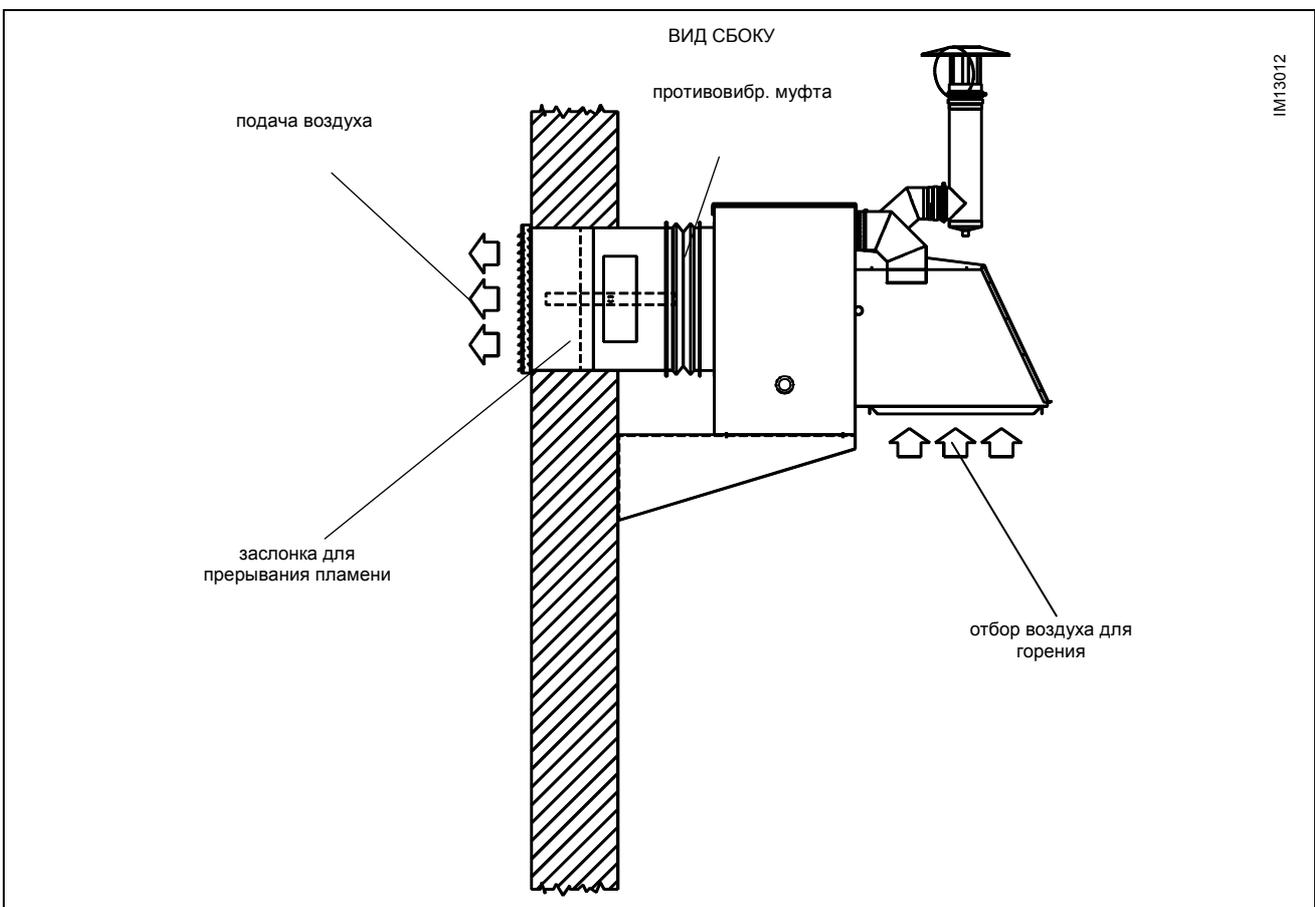
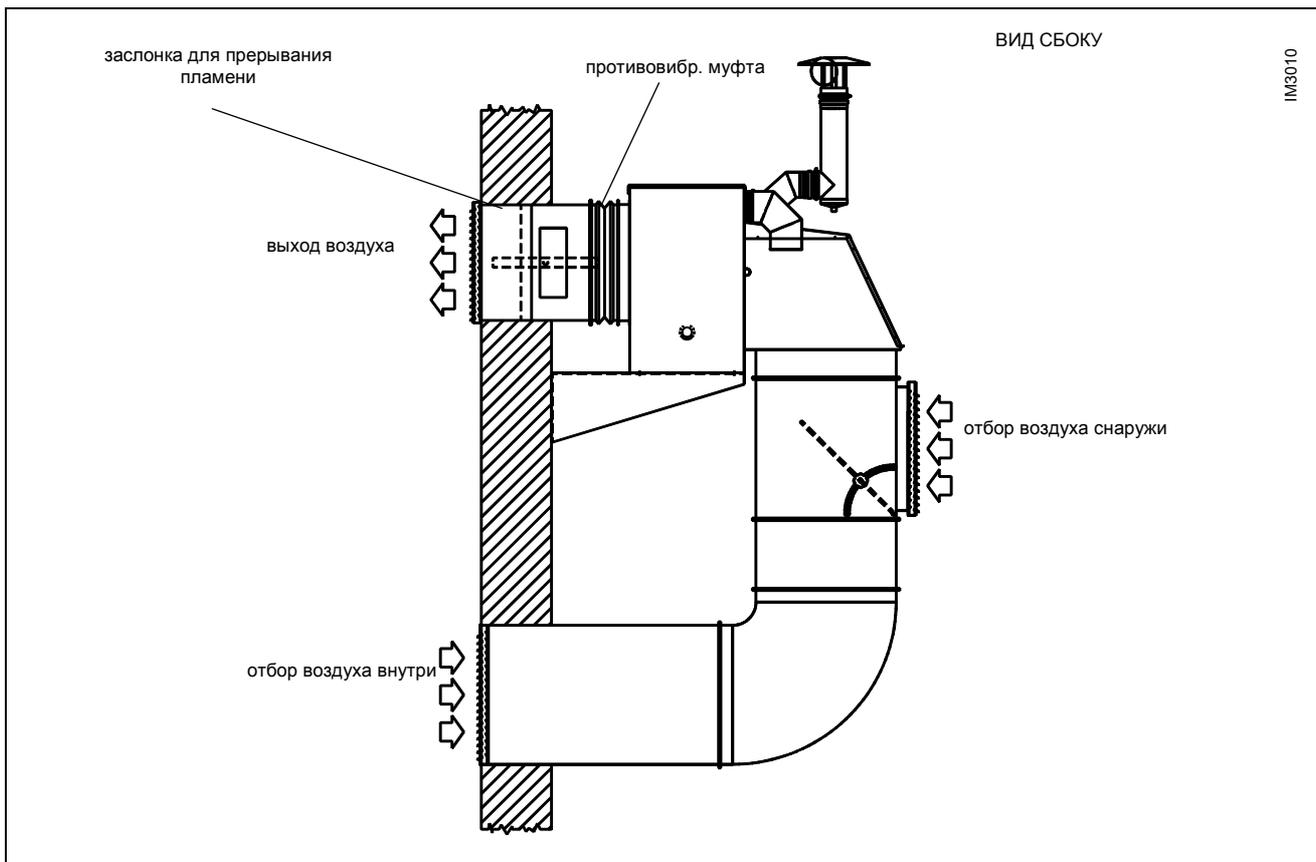

Рисунок 6 – ПРИМЕР УСТАНОВКИ НА СТЕНЕ С ПОЛНЫМ ОТБОРОМ СНАРУЖИ
Рисунок 7 – ПРИМЕР УСТАНОВКИ НА СТЕНЕ С ЧАСТИЧНЫМ ОТБОРОМ ВОЗДУХА ВНУТРИ
- L) Если необходимо, на воздуховоде, проходящем через стену здания установить заслонку для прерывания пламени REI 120 с плавкой вставкой, откалиброванной на 80°C (смотри Рисунок 6 и Рисунок 7).